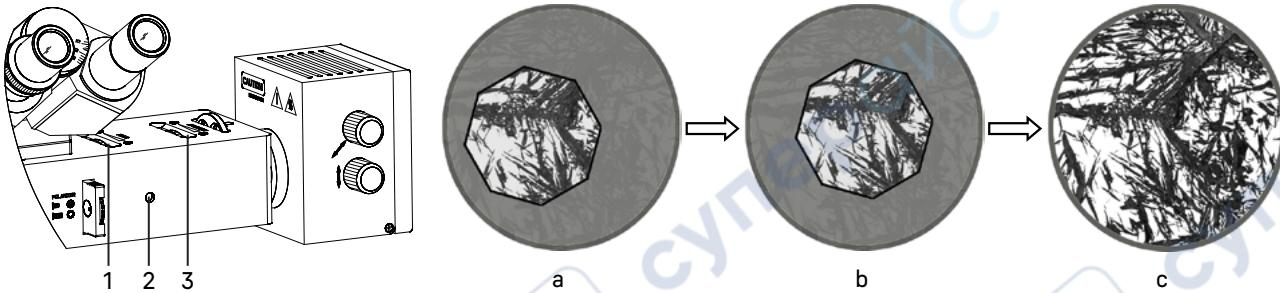

Рис. 10. Настройка освещения по Кёлеру
2. Откройте апертурную диафрагму 3 и закройте полевую диафрагму 1, в поле зрения появится светлое пятно, как показано на рис. 10а, отрегулируйте
3. Если светлое пятно отклоняется от центра поля зрения, как показано на рис. 10а, отрегулируйте центрирующий винт 2 с помощью двух ключей-шестигранников, чтобы центр полевой диафрагмы совпал с центром поля зрения, как показано на рис. 10б.
4. Откройте полевую диафрагму, чтобы изображение наблюдаемого образца заполнило поле зрения, как показано на рис. 10с.